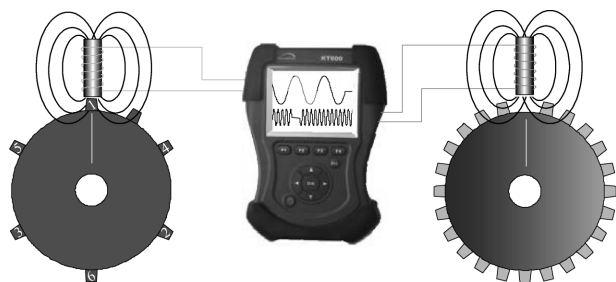

图 8-6 利用 KT600 示波器检测同步信号
①目测检查。检查传感器安装是否到位、传感器磁头是否有脏污、信号盘沉孔内是否有油泥，必要时进行重新安装和清理。
②电阻测量。可拆下传感器插接器，检测传感器线圈电阻，然后与标准值进行比较，如果超出规范，则更换传感器。潍柴 WP12 共轨柴油机曲轴转速传感器和凸轮轴转速传感器电阻值为 $770 \sim 950\Omega$ 。
③信号电压测量。拆下传感器插接器，在拖动条件下，使用交流电压档检测信号电压，通常情况下，传感器可以产生 1V 左右的交流电压。电压值的高低与转速及信号盘齿数成正比。
④信号波形检测。拆下传感器插接器，在拖动条件下，使用示波器检测传感器信号波形（图 8-6）。为了检测信号同步性，可以利用双通道同时检测曲轴、凸轮轴信号。